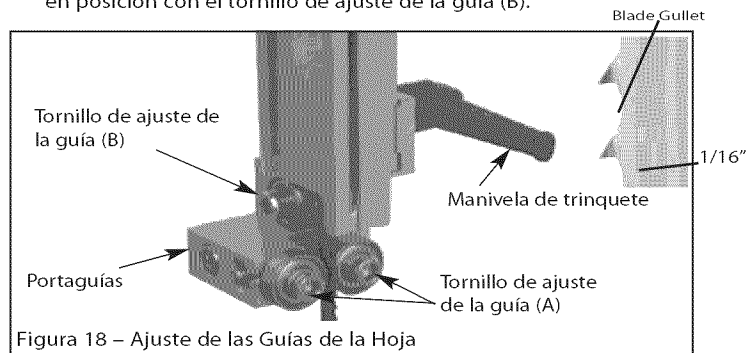

Figura 18 – Ajuste de las Guías de la Hoja
Véase la Figura 18.
- Para ajustar las guías superiores de la hoja, primero sitúe las guías derecha e izquierda de rodillo con respecto a la hoja (Figura 18) mediante el aflojamiento de la manivela de trinquete y el movimiento del portaguías hasta que ambas guías de rodillo estén a aproximadamente $\frac{1}{16}$ " detrás de los espacios entre los dientes de la hoja de la sierra.
- Afloje el tornillo de ajuste de la guía (A) en cada lado de la hoja de la sierra para ajustar las dos guías de rodillo a no más de $\frac{1}{32}$ " de la hoja de la sierra. No coloque las guías de rodillo demasiado cerca, porque eso afectará adversamente la vida útil de la hoja de la sierra.
- Desbloquee el tornillo de ajuste de la guía (B) para ajustar la guía del rodillo trasero para que quede apenas separada de la parte posterior de la hoja de la sierra.
- Cuando logre el ajuste correcto, fije la guía del rodillo trasero en posición con el tornillo de ajuste de la guía (B).